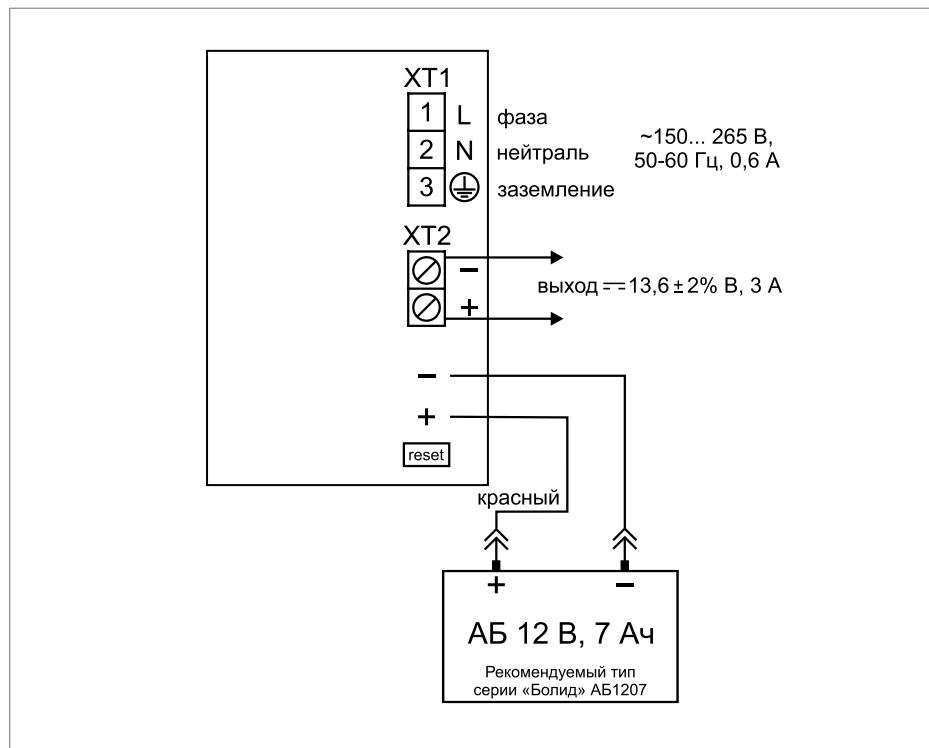
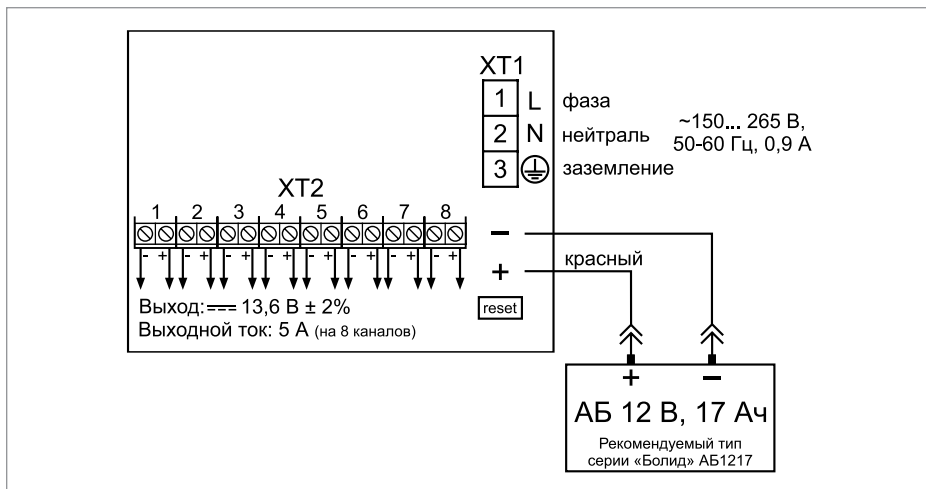

Рисунок 9. Схема подключения РИП-12 исп.100 (РИП-12-3/7М6-V1)
Рисунок 12. Схема подключения РИП-12 исп.108 (РИП-12-5/17М7-В8)
1.3. Схемы подключения приведены на Рисунок 9-Рисунок 12.
- 1.9. 1.10. Проверьте правильность произведённого монтажа в соответствии со схемой подключения (Рисунок 9 - Рисунок 12).